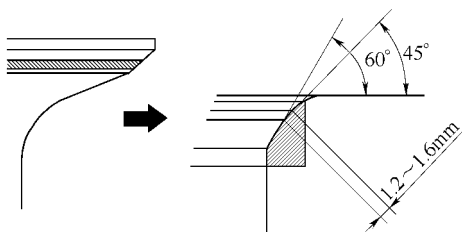

图 1-44 用 60°和 45°硬质合金刀修磨气门座
⑤如果气门座低于气门面太多，则应使用 60°和 45°硬质合金刀修磨气门座，如图 1-44 所示。